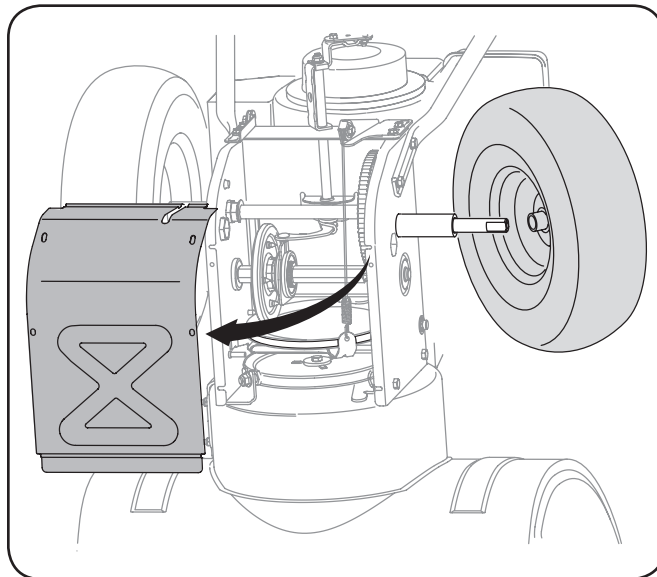

Figura 7-7
3. Saque la cubierta del marco desde debajo de la máquina quitanieve retirando los cuatro tornillos autorroscantes que la aseguran. Retire la rueda derecha quitando el tornillo y la arandela de campana que la aseguran al eje. Vea la Figura 7-7.
4. Saque la cubierta del marco desde debajo de la máquina quitanieve retirando los cuatro tornillos autorroscantes que la aseguran. Retire la rueda derecha quitando el tornillo y la arandela de campana que la aseguran al eje. Vea la Figura 7-7.